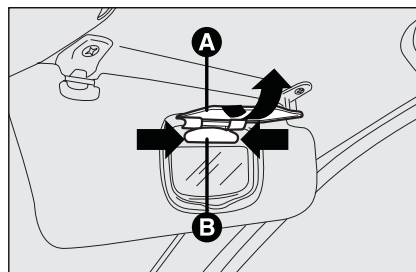

Рис. 45
- ☐ откройте крышку зеркала **A**, **рис. 45**;